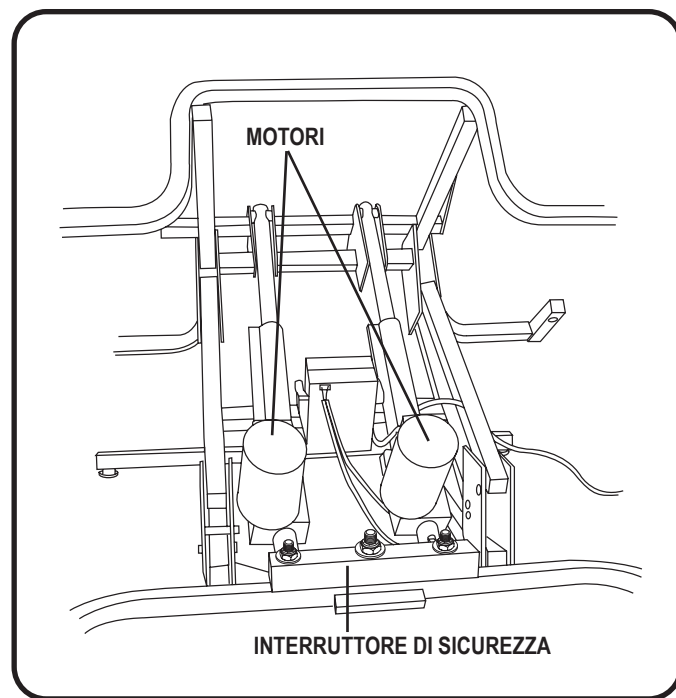

Figure 5.3 Motori sincronizzati (temporizzazione corretta)
3. Premere la pulsantiera in posizione SU finché la sedia non raggiunge la posizione di sollevamento completo. Ciò ripristinerà la posizione del motore e correggerà la fasatura (**Fig. 5.3**).